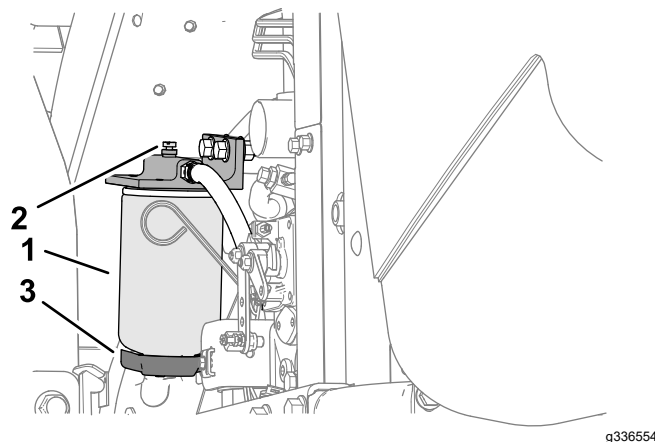

Figura 68
4. Slăbiți valva de golire de la partea inferioară a recipientului pentru filtrul de combustibil (Figura 68).
3. Curățați zona de montare a recipientului filtrului (Figura 68).